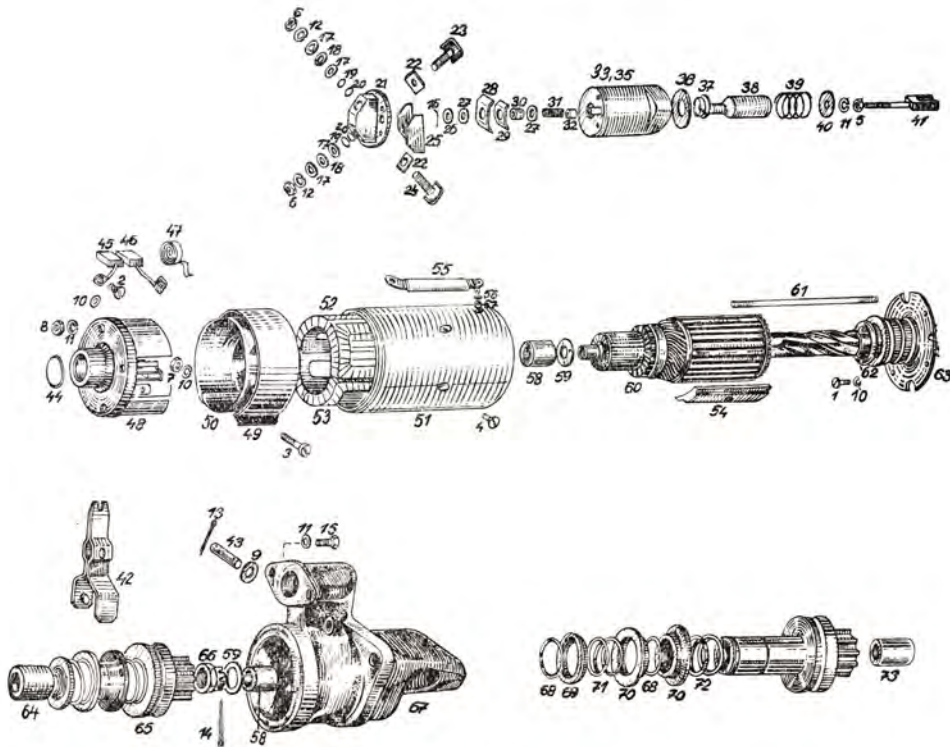

Abb. 136
Der Anlasser ist ein Reihenschluss-Elektromotor, für kurzfristigen Betrieb konstruiert. Der Anlasserritzel (Abb. 136) ist ein Bestandteil des Freilaufes (65), der am Steilgewinde der Welle verschiebbar aufgesetzt ist. In Eingriff wir der mittels eines zweiarmigen Hebels (42) gebracht, der in die Muffe am Freilauf eingreift. Auf den Hebel wirkt die Zugkraft des Elektromagneten, der durch einen Druckknopf auf dem Instrumentenbrett betätigt wird.
2. Die Mutter der Klemmschraube (Abb. 136/3) ist abzuschrauben und das Deckband (Abb. 136/49) abzunehmen.
3. Die Schrauben M 4×10 (2), welche die Bürstenkabel-Seilenden befestigen, sind auszuschrauben und die Kohlenbürsten herauszunehmen.
4. Die Muttern sind vom Bolzen (61) am Kollektordeckel (48) abzuschrauben, die elastischen Unterlagen herauszunehmen und der Kollektordeckel ist aus dem Masse-Ansatz herauszunehmen.
5. Die Ausführung (55) des Anlassers ist vom Schalter (33, 35) zu lösen.
mengestellte Freilauf (Abb. 136/65) einzulegen, und in den Hohlraum des Hebels (42) einzuschieben. Die Gabel des Hebels ist in die Muffe einzuhaken. (Vor der Montage sind die Reibflächen mit Fett LN 2 zu schmieren.)
2. In die Lastendeckelöffnung ist ein Stift (43) einzusetzen, dieser ist durch die Öffnung im Hebel durchzustecken und an der anderen Seite mit Hilfe eines Splintes (13) zu sichern.
3. Auf den Lastendeckel ist die Zwischenwand (63) aufzulegen und mit vier Schrauben M 4×15 anzuschrauben. Vor der Befestigung muss die Zwischenwand auf den Durchmesser des Lastendeckel-Ansatzes zentriert werden. Auf die zusammengesetzte Zwischenwand ist ein Bremsring aufzulegen.
4. Das Schraubengewinde der Ankerwelle ist mit Schmierfett zu schmieren und die Welle in das Lager (58) im Lastendeckel einzuschieben. Der teilweise zusammengesetzte Anlasser ist in waagrechte Lage zu legen.
5. Der Anker ist aus dem Lager im Lastendeckel etwas herauszuziehen und die Kronenmutter (66) in das Gewindeende an der Welle einzuschrauben. Durch die Öffnung in der Mutter und in der Welle ist ein Splint (14) durchzustecken und sorgfältig in der Nute der Mutter auseinanderzubiegen. Eine Unterlagscheibe (59) ist aufzulegen und die Welle in das Lager im Lastendeckel einzuschieben.
6. Die Zugstange des Ankers ist in die Aussparung im Schalterhebel (42) einzuhängen (die mechanische Verbindung ist zu überprüfen) und der Schalter ist mit zwei Schrauben (15) an dem Lastendeckel zu befestigen.
8. Auf die Welle ist eine Unterlagscheibe aufzuschieben, auf den Spulenkörper ist der Kollektordeckel (48) aufzusetzen, gegen die Montagekerbe auszurichten und anzuschrauben.
1. Der Schalterdeckel (Abb. 136/21) ist durch Ausschrauben von vier Schrauben M 4×10 abzunehmen.
2. Zwei Muttern (6) der Kontaktschrauben (23, 24) sind abzuschrauben, die Sicherungsunterlagscheiben abzunehmen, die Isolier- und Metallunterlagscheiben sind zu entfernen. Nach Lockerung der Kontaktschraube fallen aus dem Schalterdeckel die Isolierscheiben heraus.
3. Der Sicherungsdraht ist aus dem Elektromagnetenkern (38) herauszunehmen, die Unterlagscheiben, die Kontaktbrücke (28) und die Versteifung sind abzunehmen.
4. Nach Herausnehmen des Kernes ist die Feder (39) abziehen.